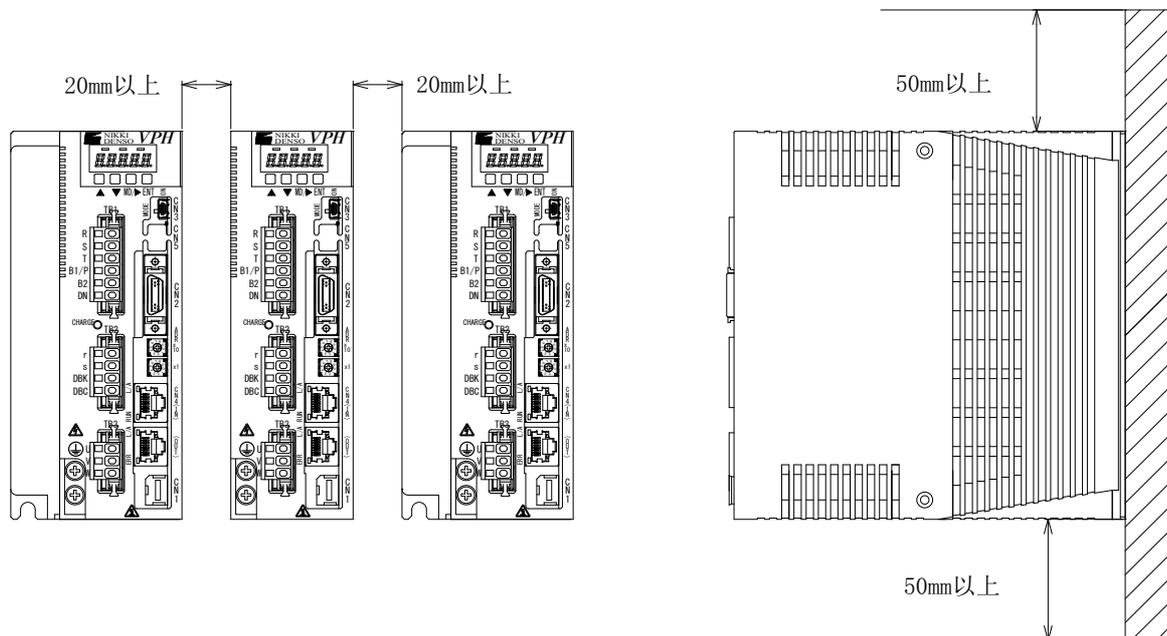

图2-2 驱动器的安装和通风性
- 驱动器上下和左右的空间，从散热性和维护性的观点出发，要确保图 2-2 中指定的距离（与其他驱动器和零部件及控制盘壁面间的间隔）。